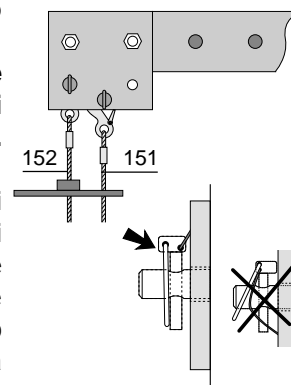

Fig. 1.5
- Agganciare i cavi ai punti di ancoraggio tramite dei perni (009). Su ogni trave di sospensione sono previsti dei punti di ancoraggio separati per il cavo portante (151) e per il cavo di sicurezza (152). Rispettare obbligatoriamente la chiusura corretta delle clip dei perni (009) (Fig. 1.5).
E' obbligatorio utilizzare questi due punti di ancoraggio separati (Fig. 1.5).